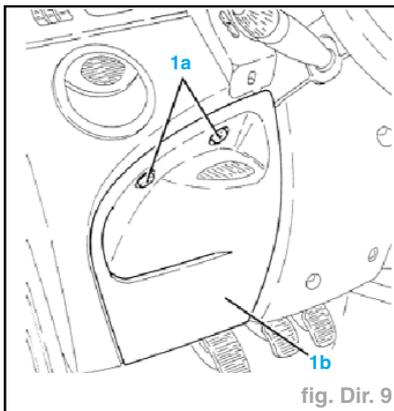

fig. Dir. 9
- Dévisser les vis (1a) et déposer la protection (1b) (fig. Dir. 9).